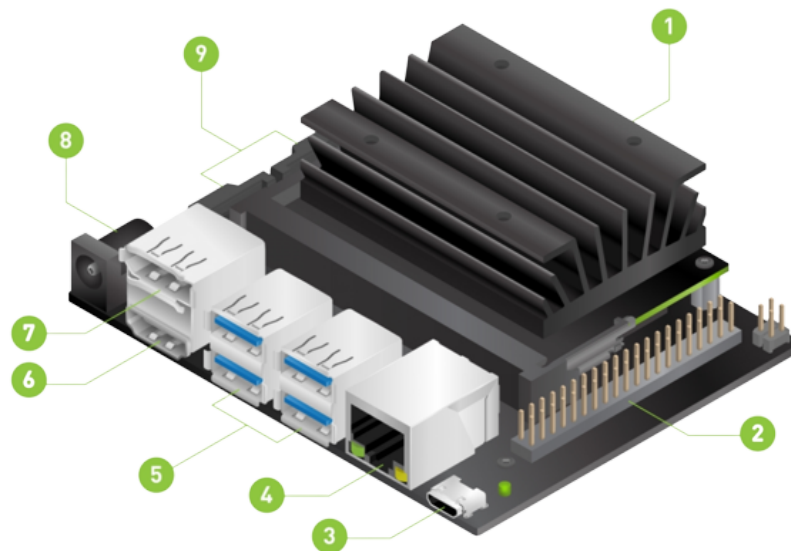

Figura 1 - Componentes da placa Jetson Nano
Esta placa (Figura 1) é composta por uma entrada para o cartão Micro SD (1), 40 pinos (2), uma porta Micro-USB para a alimentação de 5V (3), uma porta de ethernet (4), 4 portas USB 3.0 (5), uma porta HDMI output (6), porta para ligar um display connector (7), outra entrada DC Barrel jack de 5V (8) e uma para ligar uma entrada para ligar uma câmara (9). [1]